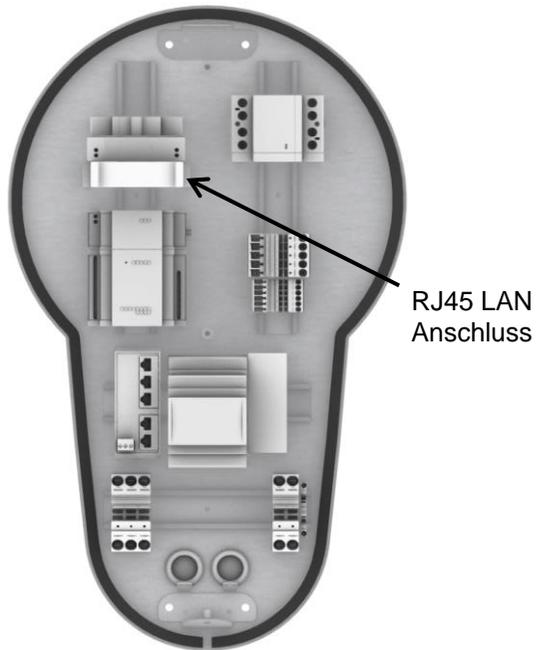

Abbildung 10: Anschluss LAN-Kabel
- Das Netzkabel wird in der in Abbildung 10 dargestellten Position des Ladecontrollers gesteckt. Die Standardkonfiguration der Schnittstelle ist DHCP. Wenn hierüber kein Zugriff erfolgen kann, ist die Änderung der Netzwerkumgebung nach 4.1 durchzuführen.